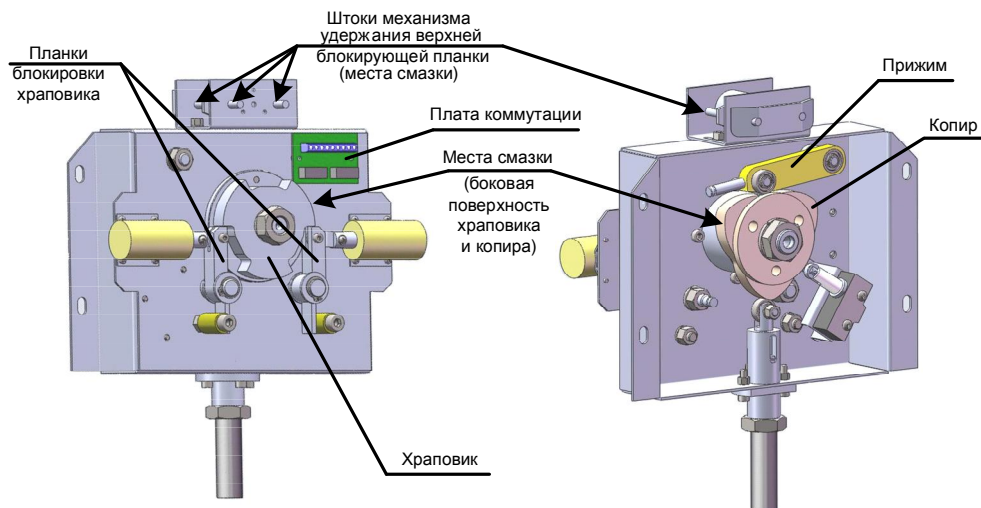

Рис.8 Расположение узлов и деталей трения. Места смазки
- выполните смазку следующих узлов трения (рис.8), смазка – Литол или аналогичная: